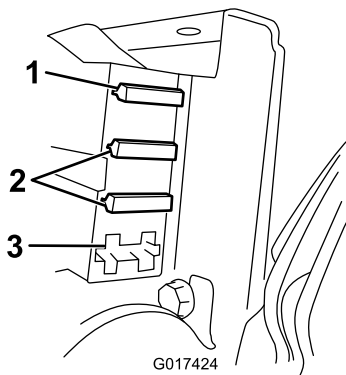

Рисунок 40
3. Проверьте предохранители, установленные в блоке предохранителей (Рисунок 40).
- Если какой-либо из этих предохранителей перегорел, замените его на предохранитель с соответствующим напряжением и силой тока (Рисунок 40).